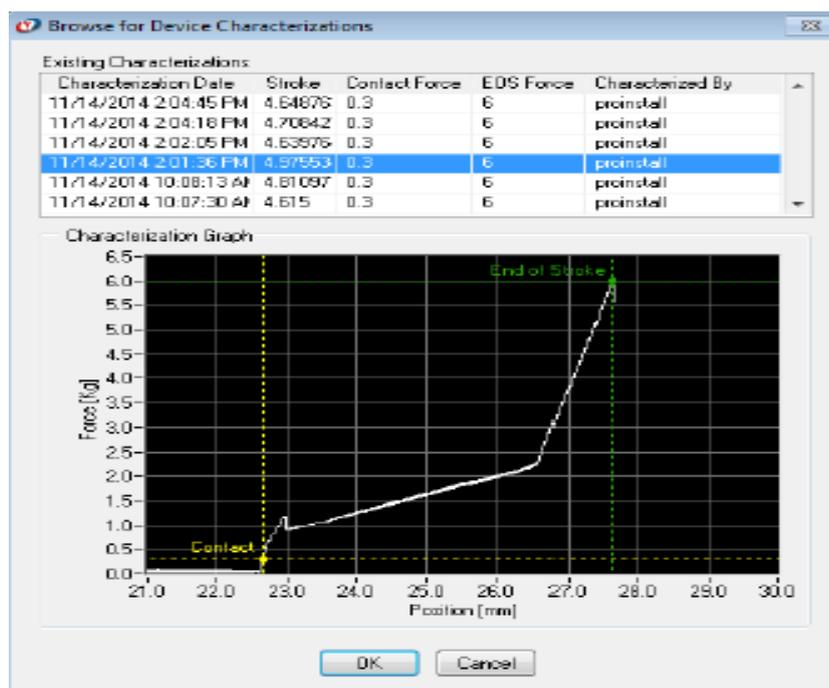

Figura 24. Caracterização no modo uso existente, “Use existing”.
- A fim de que se caracterize a opção *Use Existing*, selecione a caracterização existente a ser usada na Tabela *Existing Characterizations*, conforme Figura 24. Clique no botão *OK*, em seguida em *Next>* e continue.